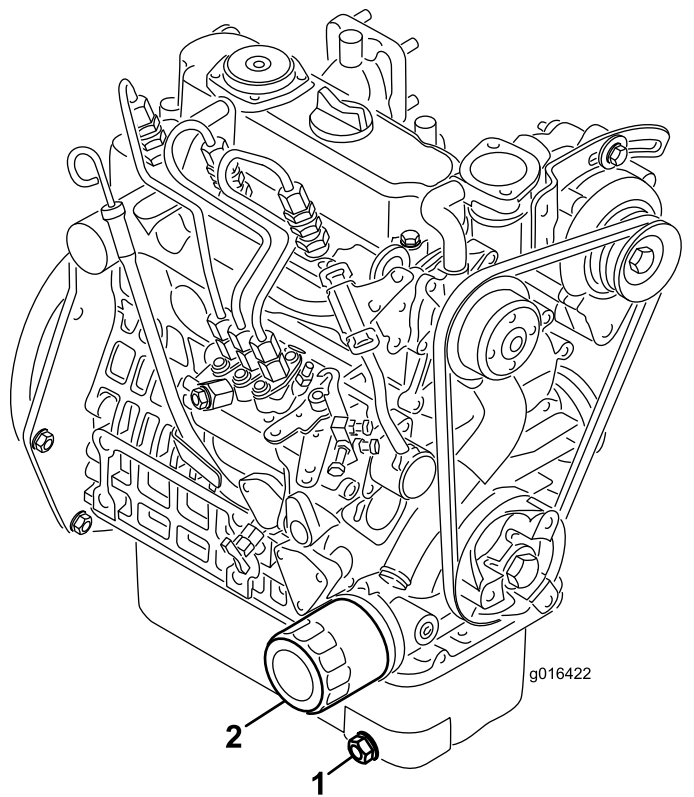

図 36
1. ドレンプラグ 図 36 を外してオイルを容器に受ける。オイルが抜けたらドレンプラグを取り付ける。